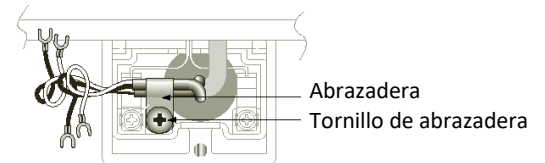

Fig.3
11. Afloje el tornillo de la abrazadera y asegure los cables con la abrazadera. La abrazadera está en la caja con el controlador de temperatura. Asegúrate de que las longitudes del cable sean lo suficientemente largas. No debe haber tensión en los cables. (Fig. 3)